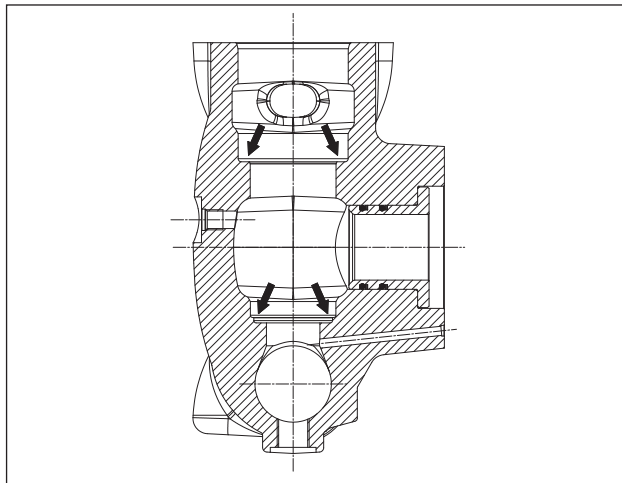

Abb. 109
Vor dem Wiedereinbau der Ventilgruppen reinigen und trocknen Sie gründlich ihre Sitze im Kopf, siehe Pfeile (Pos. ①, Abb. 109).